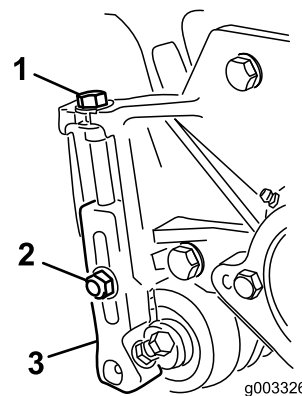

Figura 8
3. Allentate i dadi di bloccaggio che fissano le staffe dell'altezza di taglio sulle piastre laterali dell'apparato di taglio (Figura 8).